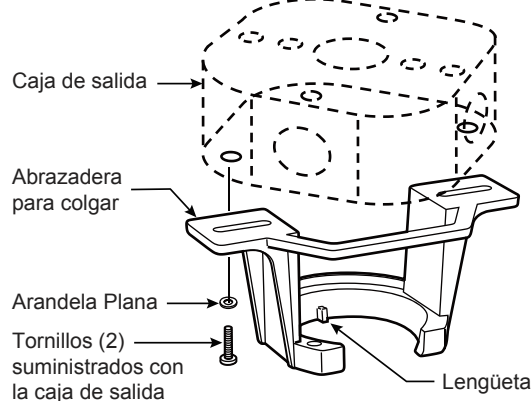

Figura 3
Uso del soporte (Figura 3)
3. Vuelva a colocar la carcasa superior en la unidad del motor usando los tornillos extraídos anteriormente. (Figura 3)
3. Introduzca los cables de color rojo, gris y amarillo cables a través de la varilla. (Figura 3)
1. Fije bien la abrazadera para colgar a la caja de salida (no se incluye) con los tornillos y las arandelas provistas con la caja de salida. (Figura 3)
2. Deslice el receptor en el soporte de suspensión antes de realizar el cableado como se muestra en la figura 3.
- ☐ 3. Para que el ventilador sea funcional. Retire la lengüeta del aislador de la batería antes de usar el transmisor. A continuación, siga el proceso de fijación remota de código. Si no se utiliza el ventilador durante un largo periodo de tiempo, extraiga la batería para evitar cualquier daño al transmisor. Almacene el mando a distancia en un lugar alejado del calor o la humedad excesiva. (Figura 3)
- ☐ 3. Si se registró utilizando la opción de correo electrónico, compruebe su buzón de entrada para encontrar el correo electrónico de configuración de la cuenta por primera vez. Abra el mensaje y haga clic en el botón "Confirmar". Si no encuentra el mensaje, compruebe la carpeta de correo no deseado. El correo electrónico procederá de "fansync@fanimation.com". (Figura 3)